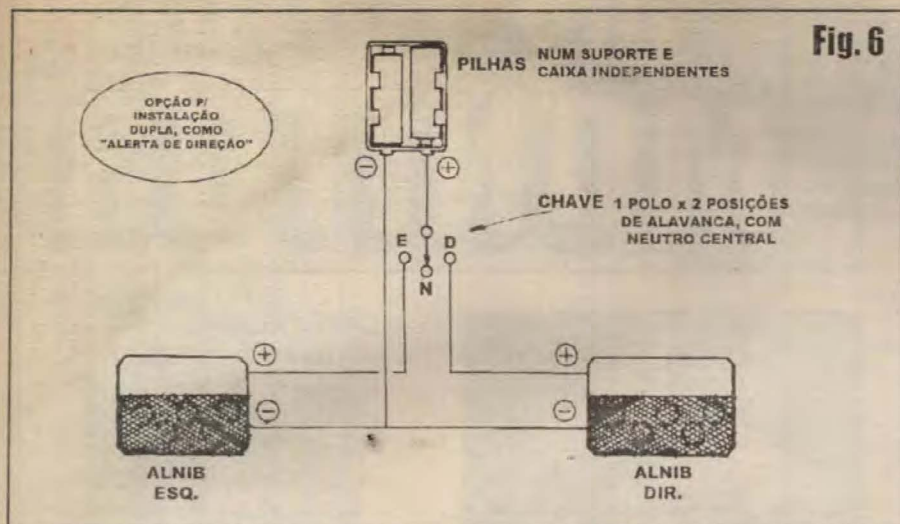

Fig. 6
**- FIG. 6 - USANDO O ALNIB (EM DUPLA INSTALAÇÃO) COMO ALERTA DE DIREÇÃO...** - Uma interessante variação (ou complementação...) da idéia básica, consiste em estabelecer uma instalação dupla, com dois ALNIBs completos (podendo ambos serem energizados por um único suporte de pilhas, no caso...), eletricamente controlados por um interruptor específico, de alavanca, tipo 1 polo x 2 posições (eletricamente falando), porém com *neutro* central (o que resulta em três posições, mecanicamente falando...). Com os dois módulos instalados lateralmente na traseira da *bike*, teremos um efetivo alerta de direção, que incrementará ainda mais a segurança do ciclista...! Nesse caso, convém que as pilhas, no respectivo suporte, fiquem junto ao guidão, numa caixinha separada, à qual poderá estar fixado o interruptor especial...